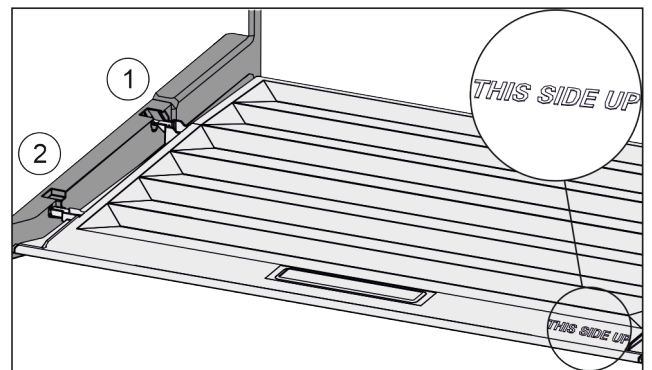

Fig. 74
- ▶ Introduzca los nervios de la tapa por la abertura del soporte trasero Fig. 74 (1) y encájelos por delante en el soporte Fig. 74 (2).